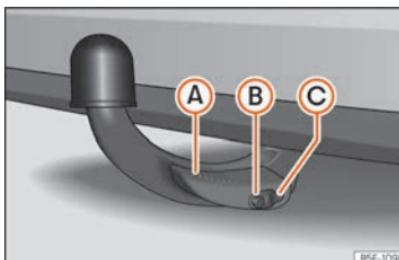

Fig. 187 Gancho de remolque fijado correctamente
- La palanca A está arriba **»» fig. 187**.
- La parte roja y verde del perno de desbloqueo B es completamente visible **»» fig. 187**.
- La tapa C está sobre la cerradura **»» fig. 187**.
- Al liberar el gancho de remolque, para evitar pillararse los dedos, se recomienda mantener las manos retiradas de la palanca A **»» fig. 187**.